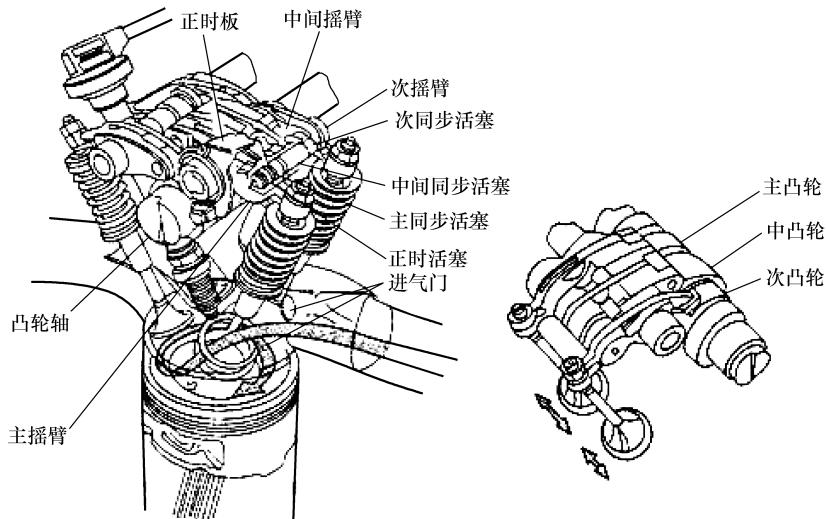
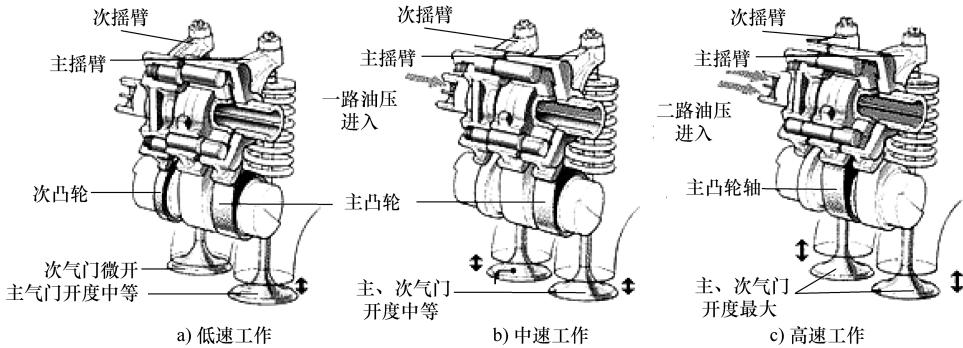

图 1-8 VTEC 结构
图 1-9 VTEC 工作过程
(1) VTEC 定义 本田 VTEC (Variable Valve Timing & Lift Electronic Control System) 即电子控制可变气门正时控制系统，当改变气门升程时，气门正时与气门重叠角随之改变。
(2) VTEC 结构与工作原理 VTEC 主要由凸轮轴、主摇臂、中间摇臂、次摇臂、主同步活塞、中间同步活塞、次同步活塞等部件组成，如图 1-8 所示。VTEC 工作原理及过程如图 1-9 所示。普通的发动机配气相位和气门升程固定不变，无法适应不同转速下发动机对进气的需求，而采用 VTEC 系统，无论是高转速还是低转速，发动机都能获得最佳的配气相位。